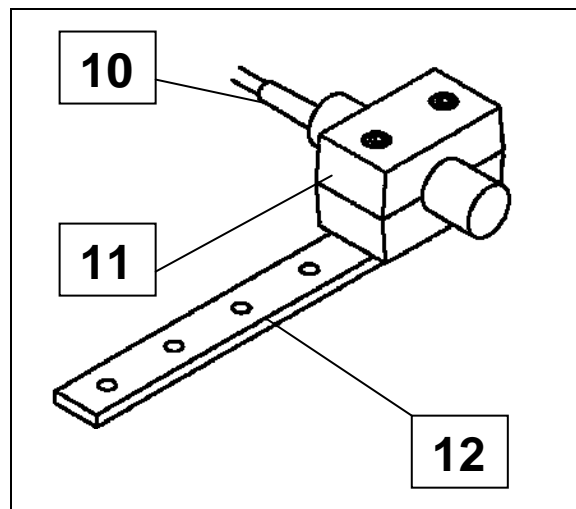

Fig. 6
- Spostare il sensore nel porta morsetto in modo che la distanza dall'anello sia dai 3 ai 6 mm (fig. 6 e 8).